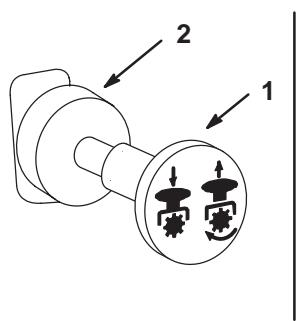

Bild 19
3. Schieben Sie den Zapfwellenhebel auf "AUS" (Bild 19).
2. Schieben Sie den Zapfwellenhebel auf "AUS" (Bild 19).